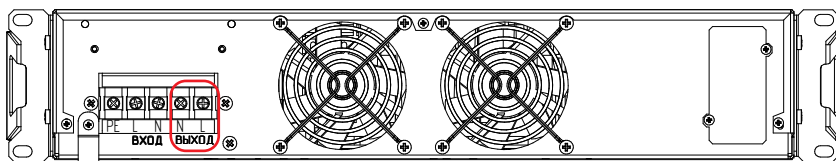

Рисунок 27. Стабилизатор Штиль IS5000RT. Выводы «Выход N-L»
- у моделей IS5000RT и IS7000RT к выводам «Выход N-L» (рисунок 27 и 28);